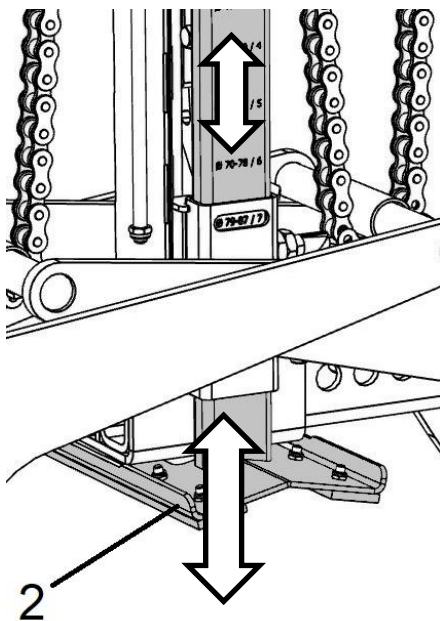

Abb. 1.1
2. Federriegel (1) nach oben ziehen und um 180° verdrehen, dabei die Auflage (2) mit der anderen Hand festhalten, um ein ungewolltes Herunterfallen zu vermeiden. → **UNFALLGEFAHR!**
3. Höhenverstellbare Auflage (2) verschieben (Abb. 1.1), bis die richtige Eintauchtiefe eingestellt ist (siehe Sichtfenster → Abb. 1.1).